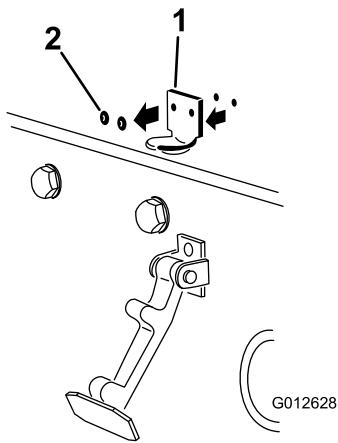

图 5
2. 卸下将机罩门锁支架固定至机罩的 2 个铆钉(图 5)。
注意 锁定支架必须紧贴机罩 (图 5)。